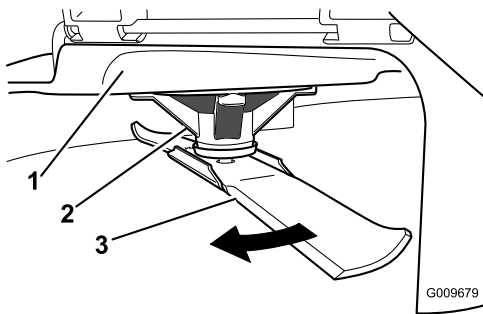

Figura 45
2. Llevando guantes fuertemente acolchados u otro tipo de protección apropiada para las manos, gire la cuchilla a medir lentamente hasta una posición que permita medir eficazmente la distancia entre el filo de corte y la superficie nivelada en la que descansa la máquina (Figura 45).